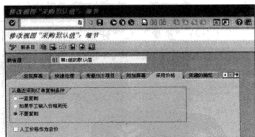

图 7-33 “修改视图‘采购默认值’：细节”界面
STEP 2 鼠标双击选择 01“默认值”，进入“修改视图‘采购默认值’：细节”界面，如图 7-33 所示。在此界面中，选择“采用价格”页，然后在条件栏中选择“不要复制”选项。